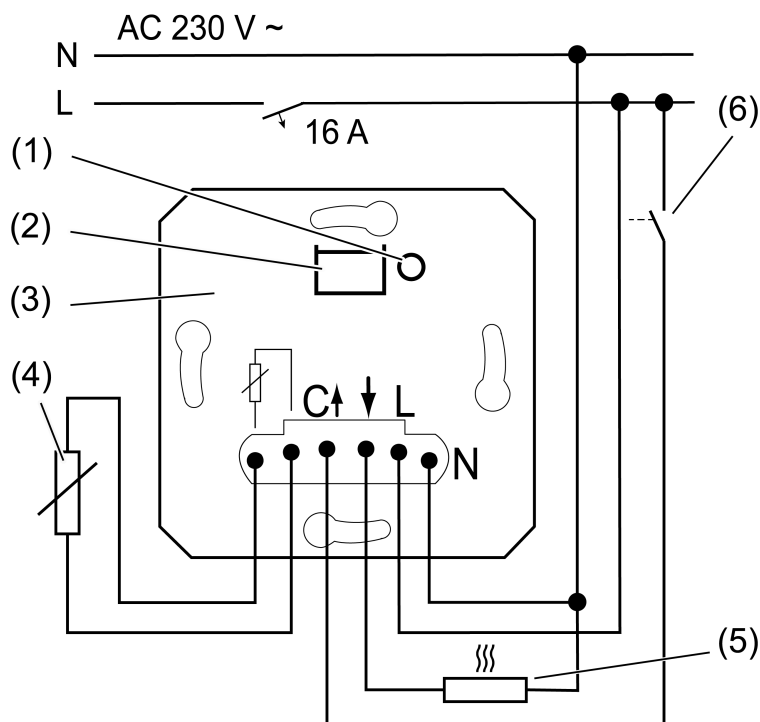
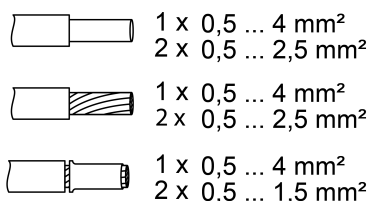

рисунок 1: Пример подключения вставки
рисунок 2: Максимальное поперечное сечение кабеля для зажимных контактов
- Подключите вставку (3) согласно монтажной схеме (рисунок 1). При этом следует учитывать поперечные сечения проводов, на которые могут устанавливаться зажимы (рисунок 2).
- В качестве опции можно подключить дистанционный датчик (4) (принадлежности).
- i** Нагрузку можно включать путем короткого нажатия кнопки **TEST** (1). Светодиод (2) горит при подключенной нагрузке.